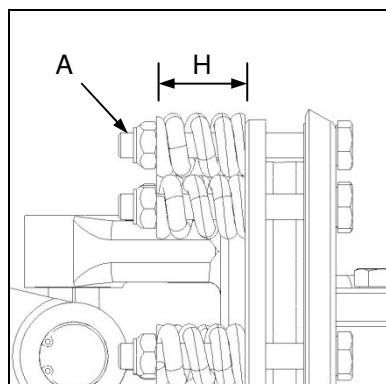

Fig. 4
- ✓ Release the pre-load on the friction clutch plates by loosening the nuts (Fig. 4-A) until the compression spring is just free to rotate by hand. Do not remove the nuts completely.
Following any maintenance or repair of the PTO friction clutch assembly the pre-load on the friction clutch plates must be adjusted to factory specifications. This is accomplished by adjusting the nuts (Fig. 4-A) to set the compressed spring length (Fig. 4-H).
- ✓ Ontspan die voorlas op die wrywingkoppelaarplate deur die moere los te draai (Fig. 4-A) totdat die drukveer net vry genoeg is om met die hand te draai. Moet die moere nie heeltemal verwyder nie.
Na instandhouding of herstel van die kragaftakkeras-wrywingkoppelaarmontering moet die voorlas op die koppelaarplate volgens fabriekspesifikasies verstel word. Dit word gedoen deur verstelling van die moere (Fig. 4-A) om die saamgeperste veer se lengte te stel (Fig. 4-H).